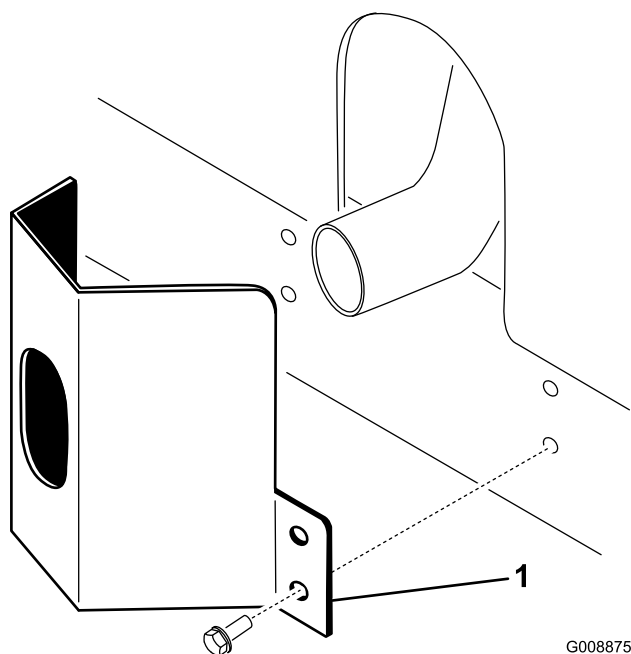

Figure 11
1. Placez la protection de l'échappement autour du silencieux et alignez les trous de montage avec ceux du châssis (Figure 11).
2. Fixez la protection de l'échappement au châssis à l'aide de 4 vis autotaraudeuses (Figure 11).